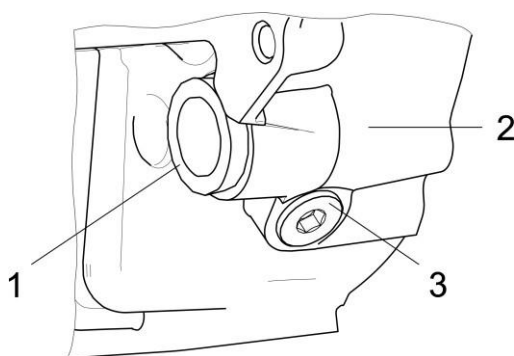

Рисунок 59 – Пробки на картере маховика:
5. Вынуть пробку 1, расположенную на торце картера маховика 2 (рисунок 59) с левой стороны двигателя под компрессором пневмомозов.